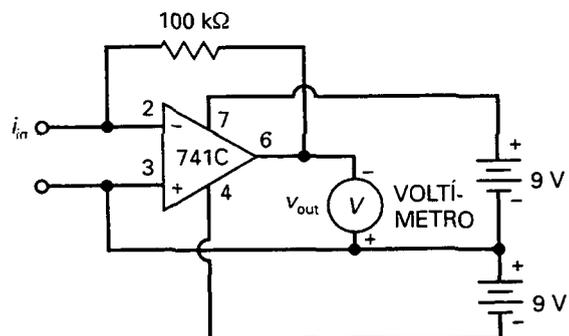

Figura 19-20
- 19-22. La Figura 19-20 es un convertidor de corriente a tensión que se puede utilizar para medir corriente. ¿Qué lee el voltímetro cuando la corriente de entrada es de $2 \mu\text{A}$?